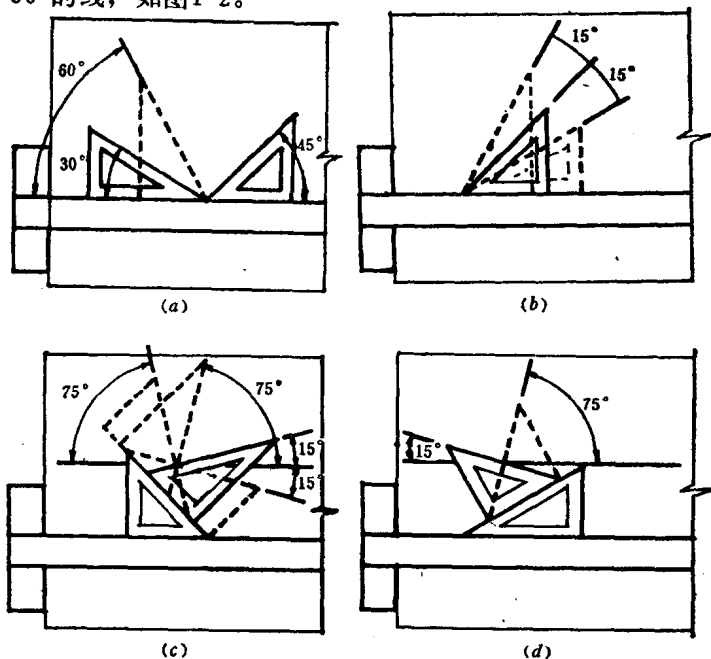

图 1-2 三角板与丁字尺配合画各种角度和斜线
(1) 三角板的角。三角板分 45° 和 60° 两种。三角板与丁字尺配合使用时，可画出 15° 、 30° 、 45° 、 60° 、 75° 和 90° 的线，如图1-2。